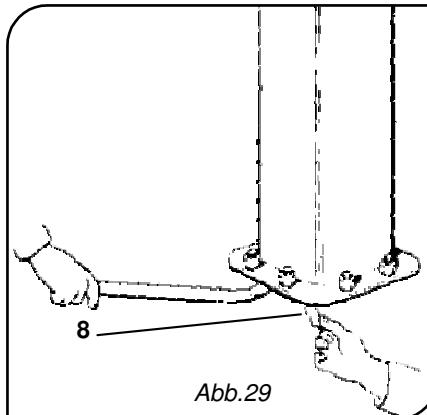

Abb.29
- d. eine perfekte Auslotung wird, sofern erforderlich, erreicht, indem man entsprechende Distanzscheiben 8 (nicht im Lieferumfang enthalten) auf Höhe der Zuganker unter der Grundplatte einfügt (Abb. 29).